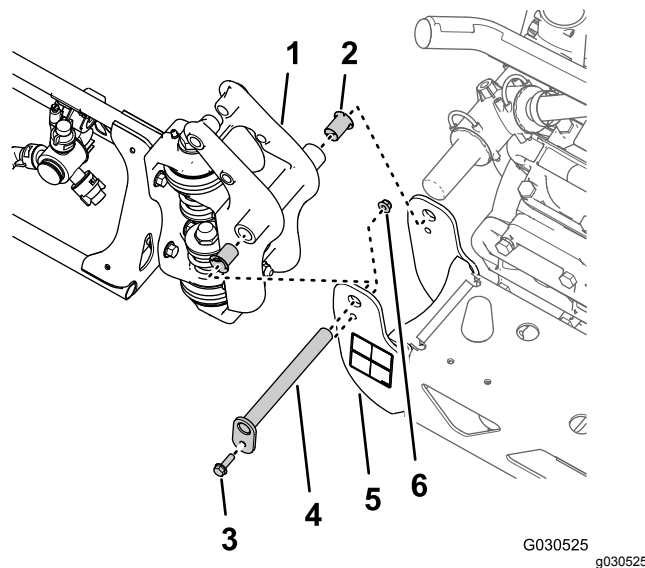

图 42
1. 拧下将枢轴销固定至枢轴支架的凸缘螺栓5/16 x 1英寸和凸缘锁紧螺母5/16英寸图 42。
2. 从中间喷洒段的枢轴支架和外侧喷洒段的枢轴接头中拆下枢轴销图 42。
3. 将外侧喷洒段与中间喷洒段分开然后从机器中取出外侧喷洒段图 42。
4. 拆下外侧喷洒段枢轴接头上的 2 个尼龙凸缘轴套图 42。